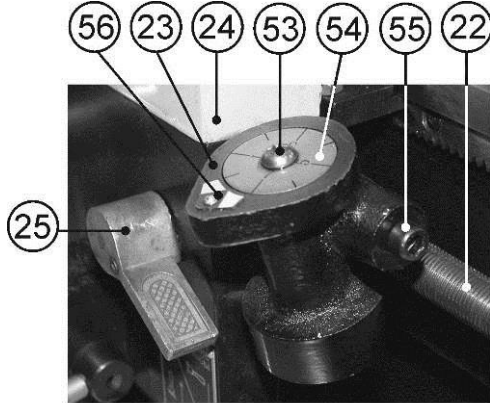
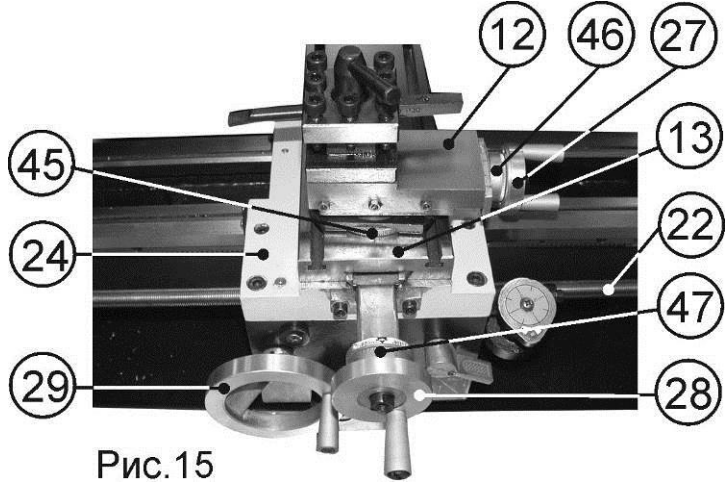

Рис. 20
Рис. 15
10.8. Индикатор нарезания резьбы (Рис. 20)
10.8.6. Маховиком подачи поперечного суппорта (28), Рис. 2, установите глубину резания, не превышая 0,2 мм за один проход. Опустите вниз ручку управления разъёмной гайкой ходового винта (25) и начните нарезание резьбы, Рис. 20.
10.8.7. По мере приближения резца к концу резьбы, отведите резец, используя маховик подачи поперечного суппорта (28), Рис. 15. Поднимите вверх ручку управления разъёмной гайкой ходового винта (25), Рис. 20. Вращая маховик ручной подачи каретки (29), Рис. 15, отведите каретку назад к началу нарезания резьбы. Наблюдайте за вращающимся диском (54) индикатора нарезания резьбы (23). По мере совмещения метки (56) на корпусе индикатора нарезания резьбы (23) и ранее выбранного вами по таблице 5 числа индикаторного диска (54), резко опустите вниз ручку управления разъёмной гайкой ходового винта (25) и начните нарезание резьбы. Повторяйте цикл нарезания резьбы до окончательных размеров.
10.3. Точение (Рис. 15)
10.3.1. Установка и подача резца в продольном направлении станины (20) станка, Рис. 2, производится вращением маховика ручной подачи каретки (29), Рис. 15.
10.3.2. Точная установка и подача резца в продольном направлении производится маховиком подачи (27) поворотного суппорта (12), установленного параллельно ходовому винту подачи каретки (22), что соответствует совмещению метки на поперечном суппорте (13) и нулевой отметки шкалы (45) поворотного суппорта (12), Рис. 15.
10.3.3. Расстояние прохождения резца контролируется по шкале лимба (46), (1 деление = 0,025 мм), Рис. 15.
10.3.4. Установка и подача резца в поперечном направлении (установка глубины точения, торцевое точение) производится вращением маховика подачи поперечного суппорта (28), Рис. 15.
10.3.5. Глубина подачи резца в поперечном направлении контролируется по шкале лимба (47). При этом, глубина точения за один проход не должна превышать 0,3 мм (1 деление лимба=0,025 мм), Рис. 15.
10.3.9. Обнуление лимбов (46, 47) поперечного и поворотного суппортов производится вращением от руки соответствующего лимба до совмещения риска нулевых отметок, Рис. 15.
10.7.8. По мере приближения резца к концу нарезаемой резьбы отведите резец (35), используя маховик подачи поперечного суппорта (28), п.10.3., Рис. 15, а переключателем направления вращения шпинделя (6), Рис. 14, включите в обратном направлении.